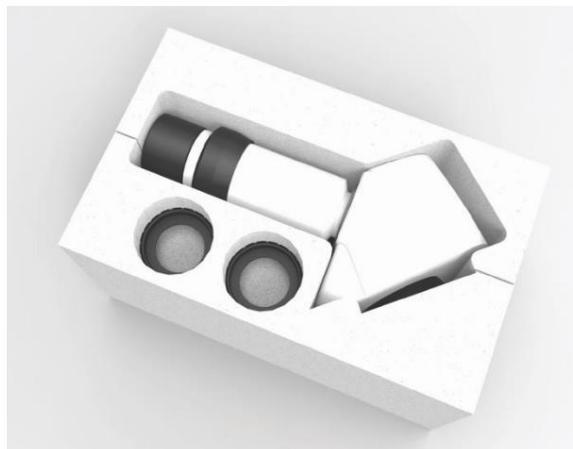
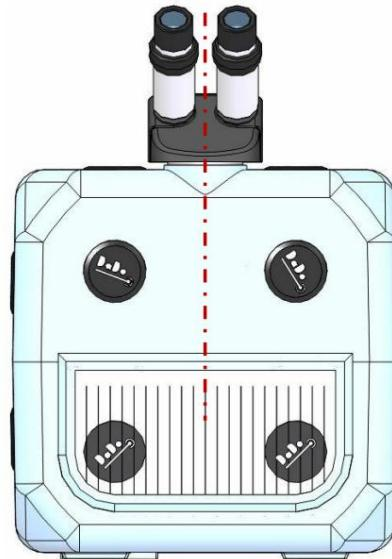

Fig. 6-7 – Paquete binocular
Fig. 6-8 – Alineación binocular
- Tome el paquete binocular (después de sacarlo de la cámara de soldadura) (Fig. 6-7) y extraiga el binocular de el paquete;
- Verifique que el filtro LCD en la parte superior de la máquina esté intacto (si está dañado, detenga el proceso de montaje y póngase en contacto con el servicio de soporte); Coloque el binocular en el punto de instalación, como se muestra en la Fig. 6-8;
- Despues de alinear el binocular, apriete el tornillo en la parte trasera (no apriete demasiado), utilizando la llave hexagonal de 2,5 mm (detalle en la Fig. 6-8); En el paquete de los binoculares (Fig. 6-7) también hay dos copas oculares, que se pueden aplicar en los oculares, en caso de que el usuario use anteojos.